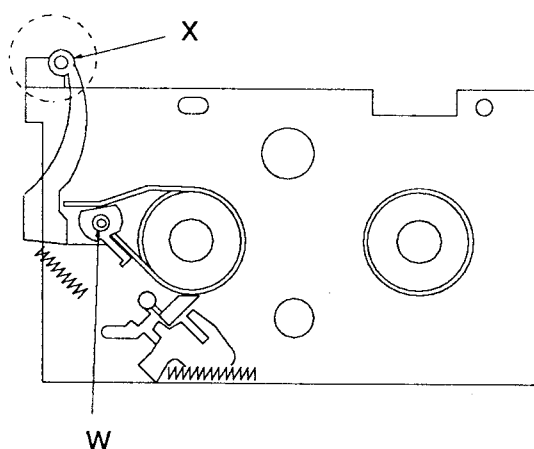

Fig. 16
- Exzenter "W" der Bremsbandbefestigung mit dem Sechskantstiftschlüssel so einstellen, daß der Bandzugbolzen "X" gerade die Referenzplatte berührt (Fig. 16).
- Referenzplatte entfernen und Capstanrotor (133) solange entgegen dem Uhrzeigersinn drehen, bis ausgefädelt ist.
- Adjust the cam "W" on the brake band securing point with the hexagonal wrench so that the Tape Tension Bolt "X" just touches the Tension Post Adjustment Plate (Fig. 16).
- Remove the Tension Post Adjustment Plate and rotate the Capstan Rotor (133) in the anti-clockwise direction until the mechanics unload.